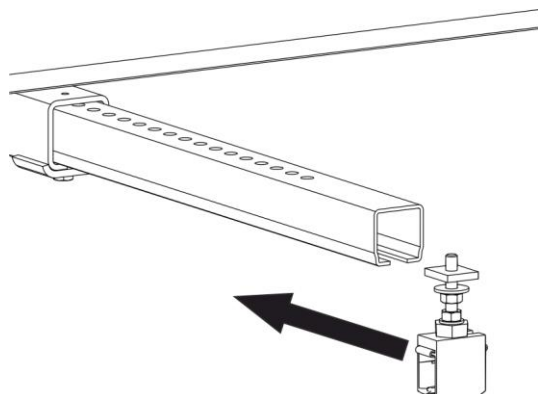

Fig. 52 : Pousser le premier support de rail dans le bras de serrage.
- Pousser le premier support de rail dans le bras de serrage/rail C (voir Fig. 52). Pour connaître les dimensions précises, consulter les documents propres au projet.